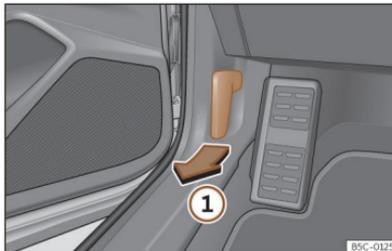

Abb. 213 Entriegelungshebel im Fahrerfußraum.
- Öffnen Sie die Tür und ziehen Sie an dem Hebel unterhalb der Instrumententafel >>> (Abb. 213) ①.